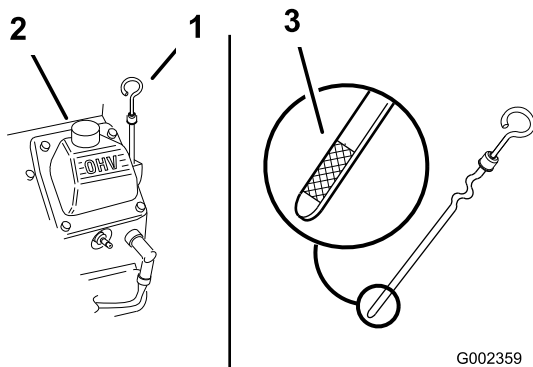

Figura 23
3. Limpie alrededor de la varilla de aceite (Figura 23) para impedir que caiga suciedad por el orificio y cause daños en el motor.
4. Retire la varilla de aceite y limpie el extremo (Figura 23).
5. Introduzca la varilla a fondo en el tubo de llenado (Figura 23).
6. Vierta lentamente un 80% aproximadamente de la cantidad especificada de aceite por el orificio de llenado (Figura 23).